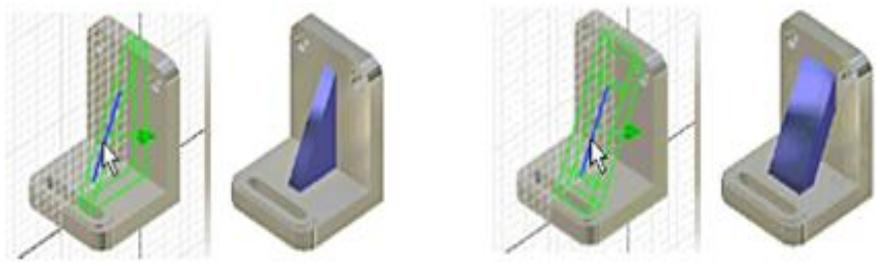

Figura 37. Nervio y Refuerzo.
- *Finito*: Especifique un valor en el cuadro para definir la profundidad. Pulse *Aceptar*. Se ha creado el *Nervio*. Como lo indica la figura 37.